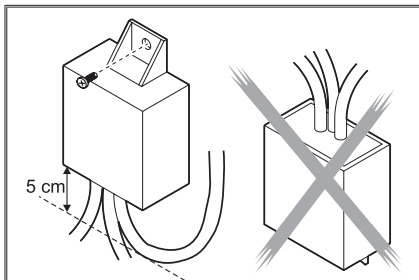

Fig. 13
**ADVARSEL:** hvis kabelføringen på grund af pladsmangel skal udføre en kurve, skal den udføres således, at den er mindst 5 cm fra anordningen, som angivet i Fig. 13.